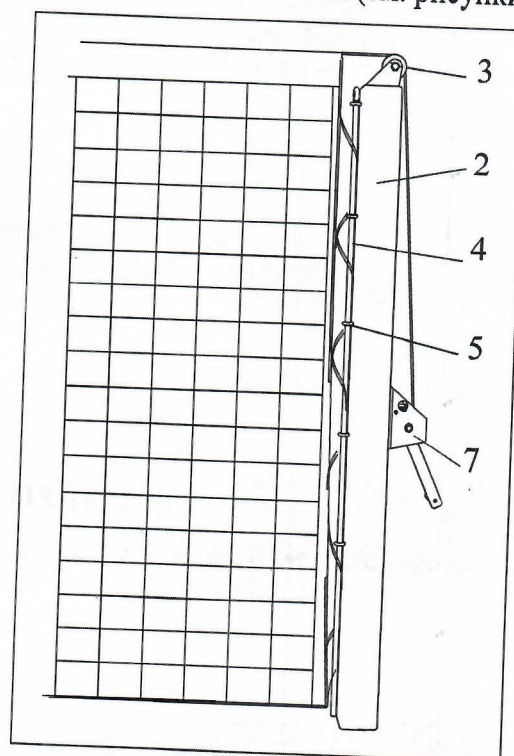
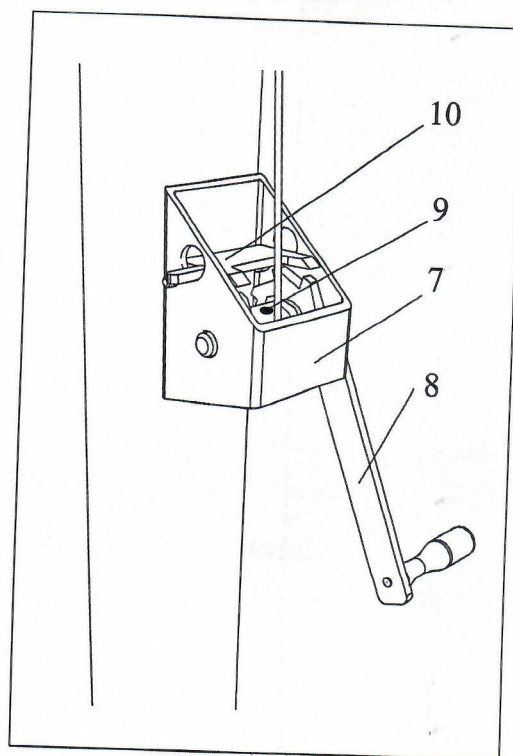

Рис. 2
Рис. 4
- другой конец троса перекинуть через ролик активной стойки 2 (рис. 2), продеть через отверстие 9 на валу механизма натяжения 7 (рис. 4) и сделать несколько оборотов (вращая ручку 8 на себя), чтобы убрать слабинку троса.